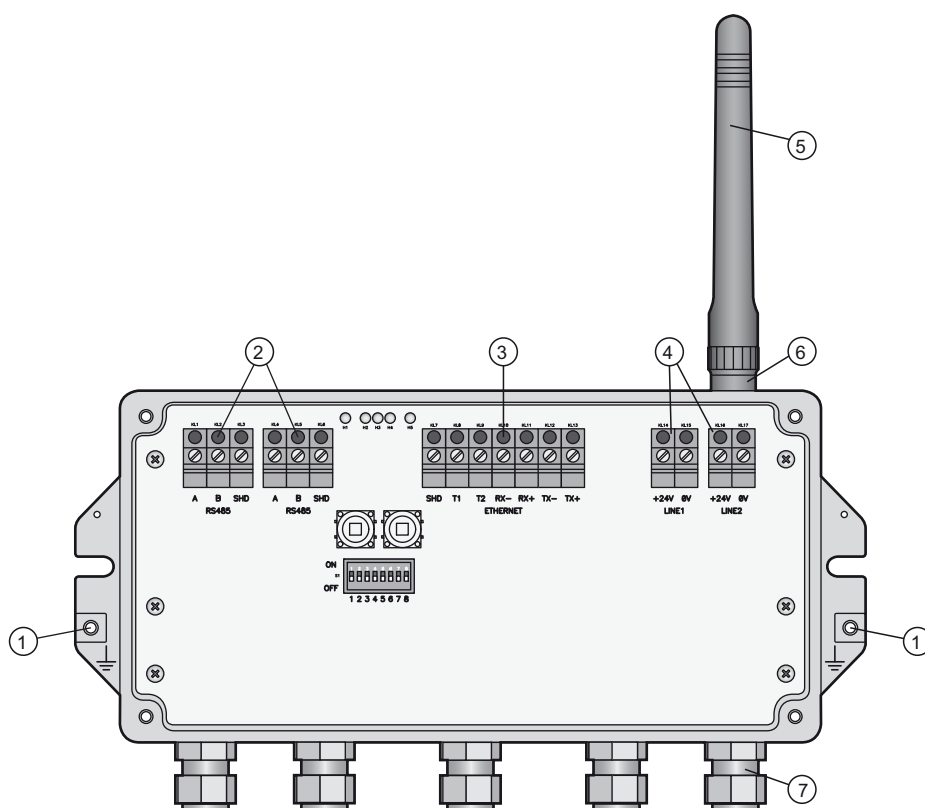

Рис. 5-1: Подключения и интерфейсы
2. Плотнo вверните антенну в гнездо для антенны на устройстве. См. рисунок 5-1 на стр. 21, поз. 6.
5. Подсоедините силовой кабель 24 В пост. тока к первому соединению питания (LINE 1), соблюдая полярность. См. рисунок 5-1 на стр. 21.